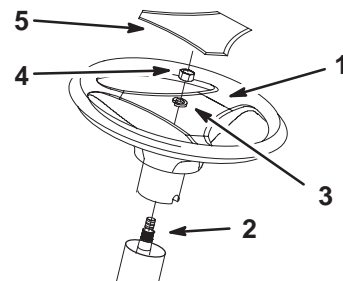

Figure 2
3. Alignez la branche centrale sur le siège et positionnez le volant sur la cannelure de l'arbre (Fig. 2).
4. Fixez le volant avec une rondelle de blocage (1/2 pouce) et un écrou (1/2 pouce) (Fig. 2).
6. Enclenchez le couvre-moyeu avec logo en place (Fig. 2).